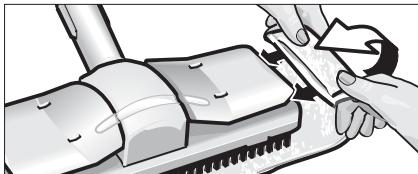

Abb. 11: Aufziehen des Wischlappens
- Befestigen Sie den Wischlappen (H3) an der Bodendüse (H1). Falten Sie dazu den Wischlappen längs zusammen und stellen Sie die Bodendüse darauf. Ziehen Sie nacheinander die überstehenden Enden des Wischlappens unter die Halteklemmen (H2) (siehe Abb. 11).